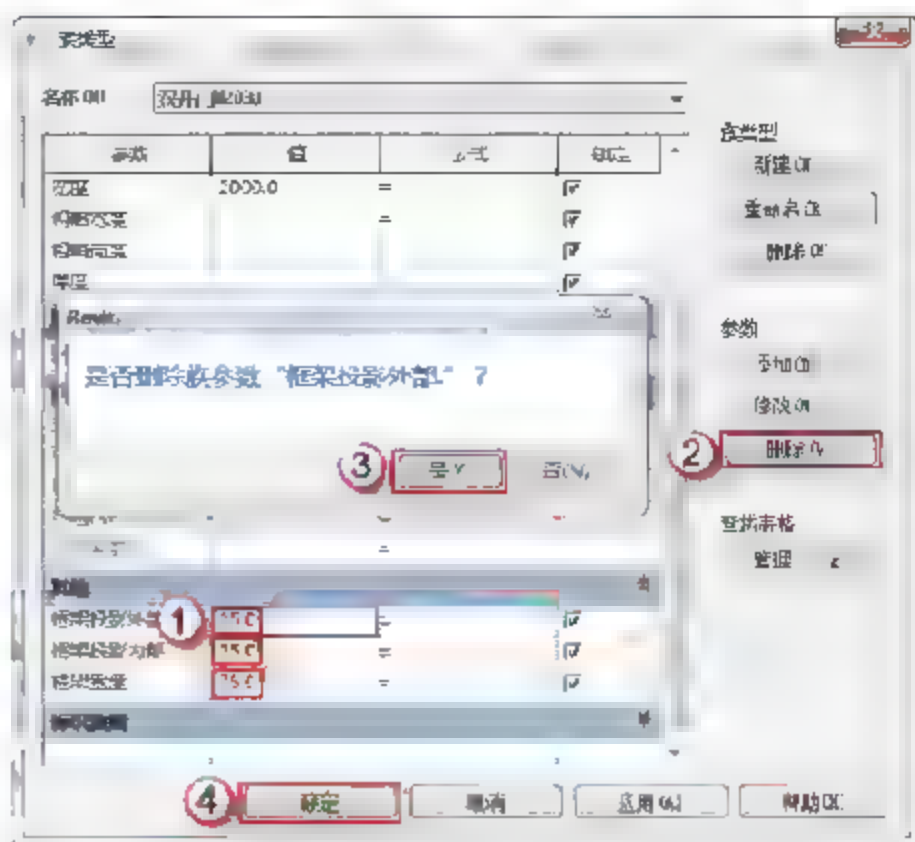

图 6.2.6 删除多余参数
(5) 删除多余参数。继续在“族类型”对话框中,单击“其他”标签下的“框架投影外部”参数,单击对话框右侧“参数”下的“删除”按钮,弹出对话框,单击“是”按钮。重复上述步骤,将“框架投影内部”和“框架宽度”两个无效参数删除。最后单击“确定”按钮,结束“族类型”编辑,如图 6.2.6 所示。